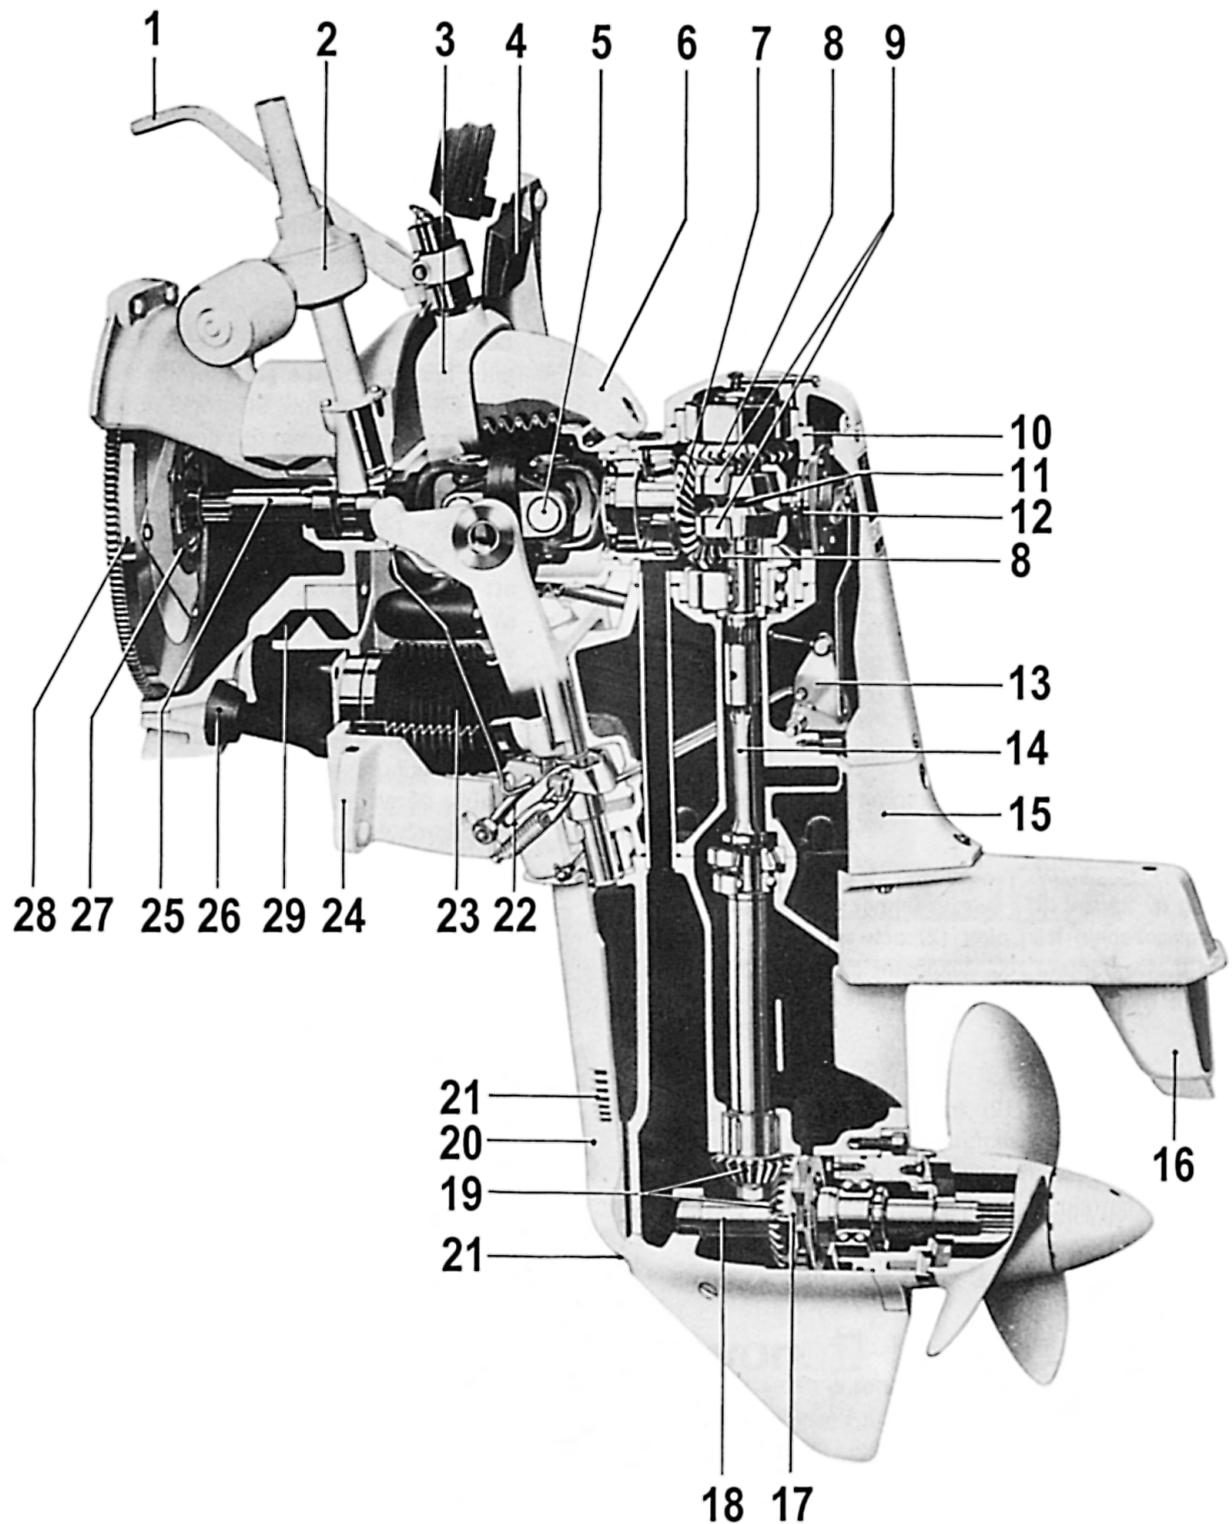
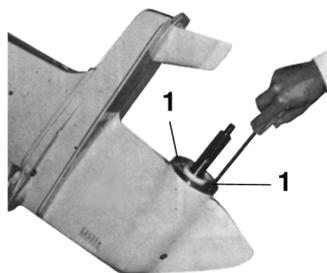

Figure 1. Transmission hors bord AQ270 en vue ouverte
Fig. 3.
La transmission hors-bord Aquamatic 270 forme un bloc compact, suspendu à une embase qui est montée sur le tableau arrière du bateau. Elle peut être pivotée latéralement avec une barre de direction du côté intérieur de l'embase et basculée dans le sens vertical par un dispositif de relevage électromécanique commandé de la place du pilote. Toutes les pièces extérieures sont faites de matériaux anticorrosifs. La transmission comporte en outre des électrodes de zinc destinées à la protéger contre la corrosion provoquée par les couples galvaniques, voir figures 3 et 4. L'admission d'eau de refroidissement du moteur se fait par deux prises d'eau sur la transmission, voir 21, figure 1. L'eau de refroidissement et les gaz d'échappement sont évacués à travers l'embase et la transmission dont tous les canaux sont traités avec une couleur spéciale de protection. Le moteur est suspendu élastiquement par le carter de volant sur l'embase. La transmission de la force motrice se fait par l'intermédiaire d'un joint de cardan double à un couple de renvoi à pignons coniques où se trouve disposé également le dispositif de changement de marche. L'accouplement à cônes de ce dispositif de changement de marche permet un embrayage très silencieux et très souple. Cet accouplement breveté du type "Silent Shift" étant muni d'un servo-débrayage, les manœuvres de changement de marche exigent un effort minime du pilote. Les cônes de friction de ce dispositif sont à rattrapage automatique de jeu.
2. Enlever les deux vis à rainure cruciforme 1, figure 3, de l'anneau de zinc et enlever ce dernier.